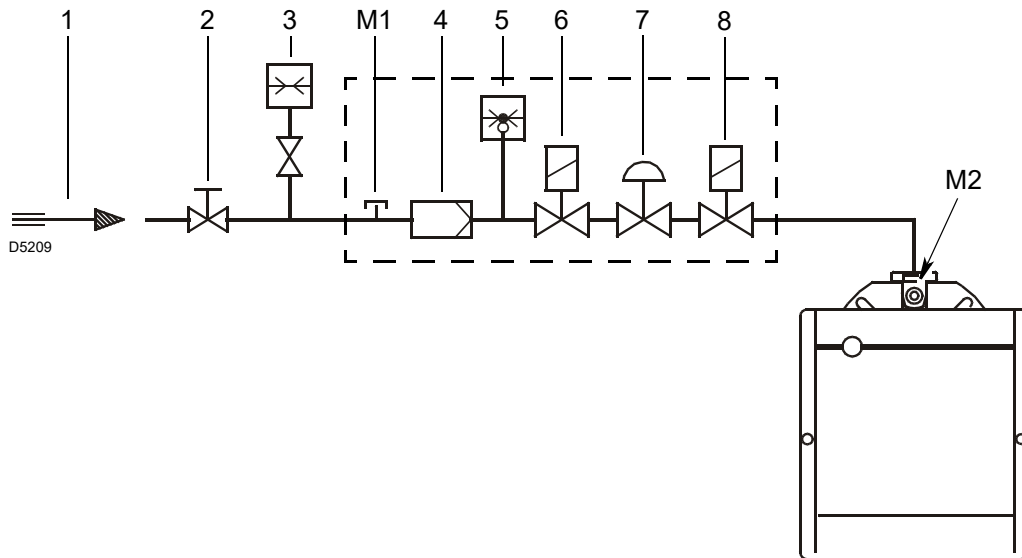

Abb. 14
Zeichenerklärung (Abb. 14)
Gasdruck, gemessen am Anschluss M2)(Abb. 14) unter folgenden Bedingungen:
- vom Gasdruck am Anschluss M2)(Abb. 14) den Druck in der Brennkammer abziehen.
Um stattdessen den am Anschluss M2)(Abb. 14) notwendigen Gasdruck zu ermitteln, nachdem die höchste Modulationsleistung festgelegt wurde, bei der der Brenner arbeiten soll:
- Rechts, in Spalte 1, den Druck am Anschluss M2)(Abb. 14) ablesen.
Erforderlicher Druck am Anschluss M2)(Abb. 14).